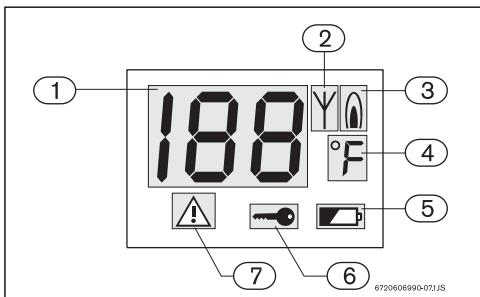

Fig. 1 Display LCD multifunzione, dello scaldabagno
Il telecomando è munito di un sistema di segnalazione di guasti. Eventuali guasti provenienti dallo scaldabagno verranno visualizzati sul display LCD sotto forma di codici di errore (Fig. 1, [pos. 1]) e con il simbolo di "blocco di sicurezza" (Fig. 1, [pos. 7]). Il telecomando funzionerà solo dopo aver premuto il tasto di riammoto sullo scaldabagno ed aver eliminato l'errore. Consultare il manuale di installazione dello scaldabagno per identificare/eliminare il tipo di errore.
Quando il livello di carica delle batterie è basso, il simbolo di batteria scarica (Fig. 1, [pos. 5]) appare sul display.